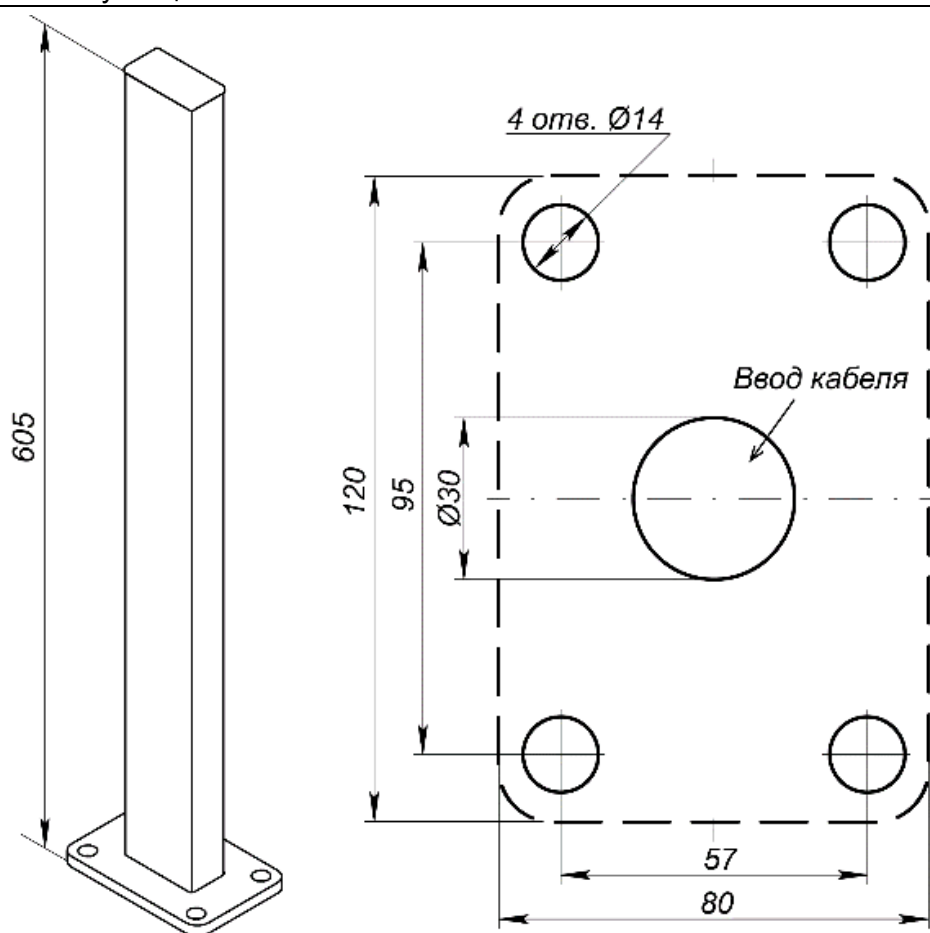

Рисунок 22. Внешний вид и схема разметки отверстий для установки стойки для фотоэлемента безопасности *PERCo-GDS1*
Фотоэлементы безопасности могут устанавливаться на стойках **PERCo-GDS1** (входит в дополнительный комплект поставки) (см. рис. 22).
2. Выполните в установочной поверхности отверстия под анкерные болты в соответствии с разметкой (см. рис. 22), а также штробы для проводов питания и соединения при необходимости.